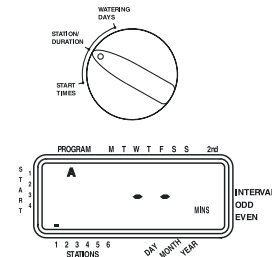

Ilustración 6: Duración de la estación para el programa A
- Haga girar el dial a la posición **Duración de estación** ya sea en el programa A o en el B. La pantalla mostrará el programa que usted haya seleccionado con una "A" o una "B" y los - - MINS y el cursor intermitente en la estación "1" [Vea la ilustración 6].